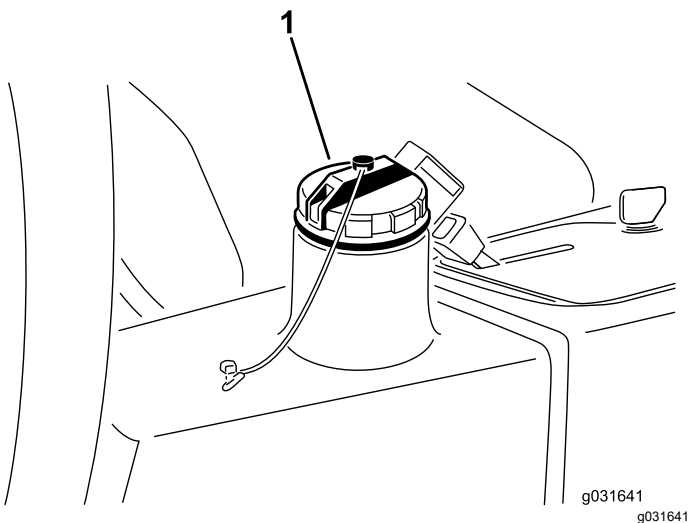

Bild 66
4. Füllen Sie den Behälter (Bild 66) mit ca. 13,2 Liter Hydrauliköl, siehe Hydrauliköl – technische Angaben \(Seite 61\) und Prüfen des Hydraulikölstands \(Seite 62\).